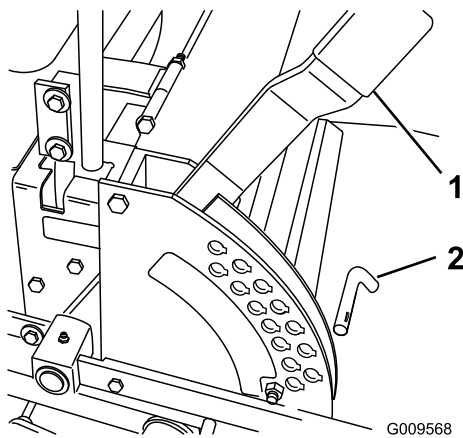

Figure 20
1. Relevez le levier de sélection de hauteur de coupe en position de transport (qui correspond aussi à la hauteur de coupe de 127 mm [5"]) (Figure 20).
2. Pour changer la hauteur de coupe, retirez l'axe du support de hauteur de coupe (Figure 20).
3. Placez la goupille dans le trou du support correspondant à la hauteur de coupe voulue (Figure 20).